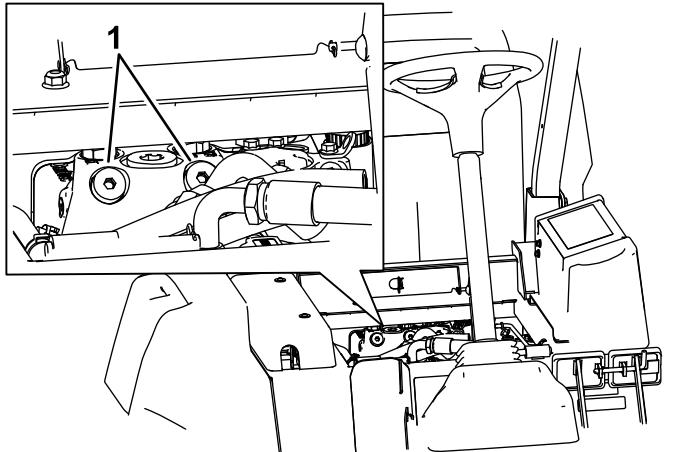

Figure 74
- Soulevez le siège et localisez les vannes de dérivation qui sont situées sous l'avant du réservoir de carburant (Figure 74).